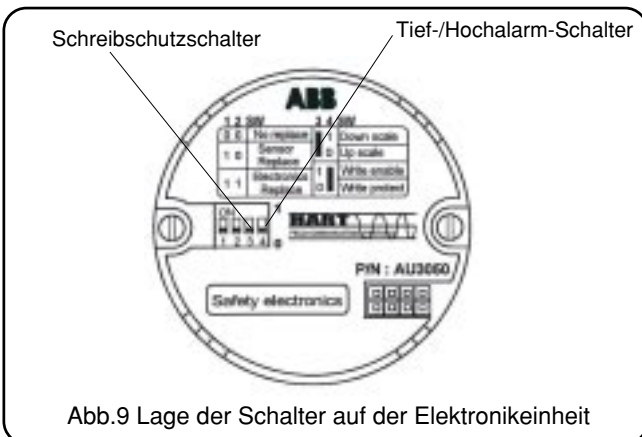

Abb.9 Lage der Schalter auf der Elektronikeinheit
Im nichtflüchtigen Speicher der 2600T Safety-Messumformer werden eine Reihe von Parametern gespeichert. Einige von ihnen sind vom Hersteller festgelegt und sensorspezifisch; sie können nicht vom Benutzer geändert werden. Alle anderen Parameter sind vom Benutzer änderbare Konfigurationsparameter. Im Normalbetriebszustand (Messumformer im Sicherheitsmodus) ist die Änderung der Konfiguration (Fernzugriff oder lokal) zu deaktivieren. Der 2600T Safety-Druckmessumformer ist durch einen speziellen Hardware-Link auf der Platine der Sekundärelektronik gegen unerwünschte Konfigurationsänderungen geschützt (mit „Write Protect Mode link / schreibgeschützter Modus“ beschriftet, siehe Abbildung 9). In der folgenden Abbildung ist das Wartungs-/Bedienungsprinzip beschrieben:
- iii) Der Schreibschutzschalter auf dem Elektronikmodul befindet sich in der Stellung OFF/AUS (Schreiben zugelassen). Um Zugang zu diesen Schalter zu erhalten, den Deckel des Elektronikgehäuses an der dem Anschlussklemmenraum gegenüberliegenden Seite abschrauben (siehe Abb. 9).
EIN für die Funktion Downscale (Tiefalarm) und OFF/AUS für die Funktion Upscale (Hochalarm) (siehe Abb. 9).